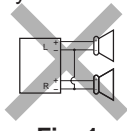

Fig. 1
- If the speaker wiring in your car is as illustrated in Fig. 1 and Fig. 2 below, **DO NOT** connect the unit using that original speaker wiring. If you do, the unit will be seriously damaged. Redo the speaker wiring so that you can connect the unit to the speakers as illustrated in Fig. 3.
- Si el conexionado de altavoz de su automóvil es como se indica en las Fig. 1 y Fig. 2 de abajo, **NO** conecte la unidad utilizando ese conexionado de altavoz original. Si lo hace, se producirán daños graves en la unidad. Vuelva a efectuar el conexionado de altavoz de manera que pueda conectar la unidad a los altavoces de la manera indicada en la Fig. 3.
- Si le câblage des enceintes de votre voiture est réalisé comme montré sur la Fig. 1 ou Fig. 2 ci-dessous, **NE** CONNECTEZ PAS l'appareil en utilisant ce câblage original d'enceintes. Si vous le faites, l'appareil sera sérieusement endommagé. Recommencez le câblage des enceintes de façon que vous puissiez connecter l'appareil aux enceintes comme montré sur la Fig. 3.